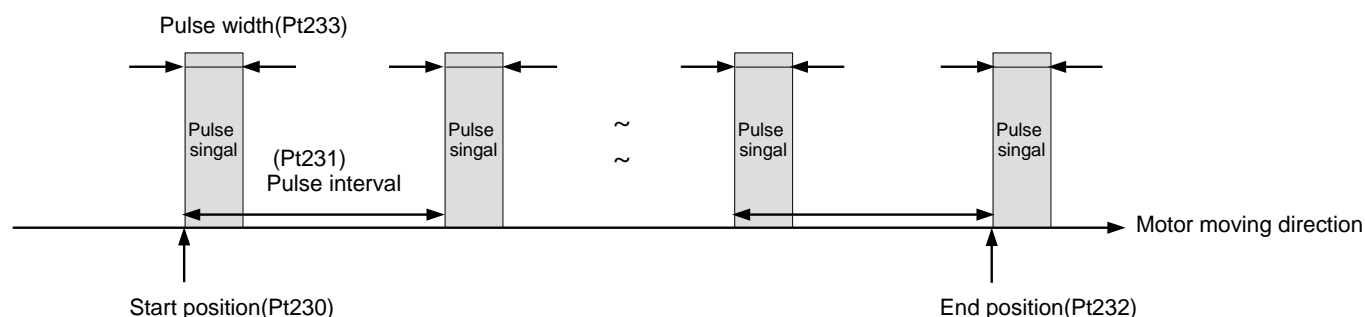

図 8.13.1
E1 ドライバークは、ポジショントリガーク (PT) 機能を提供します。この機能は、固定間隔パルストリガーク、ランダム間隔パルストリガーク、およびランダム間隔トリガークステータスモードをサポートします。パルストリガーク出力を例にとると、モーターが設定位置に移動すると、ドライバークが同時にパルス信号を出力します。図 8.13.1 に示すように、パルス信号の幅と極性はユーザーが定義できます。詳細な仕様と機能の説明については、表 8.13.1 を参照してください。位置トリガーク機能にはヒューマンマシンインターフェースがないため、関連するパラメーターは PDL または MPI を介して設定する必要があります。位置トリガークデジタル出力 (PT) 信号のハードウェアピンは CN6 46 および 47 (3.3 V / 50 mA) です。ユーザーがそのような電圧レベルをサポートできない場合は、信号をデジタル出力 O1~O5 (24 V) に割り当てることができます。位置トリガーク (PT) 機能は主に、レーザー装置、ラインスキャンカメラ、リソグラフィ装置など、高速かつ高精度の処理のために同時インポジション信号を必要とするアプリケーションで使用されます。
モーターが設定された開始位置（Pt230）に移動すると、ドライバーは最初のパルス信号を同期して出力します。モーターが次のパルス間隔（Pt231）の位置に移動すると、ドライバーは次のパルス信号を出力します。図 8.13.1 に示すように、ドライバーは、モーターが終了位置（Pt232）を超えるまで、パルス信号を順番に同期して出力します。